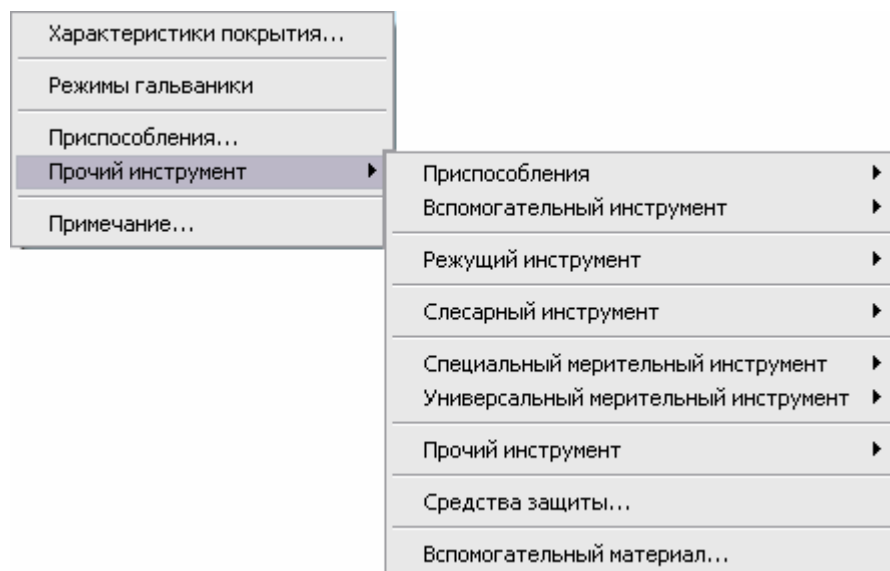
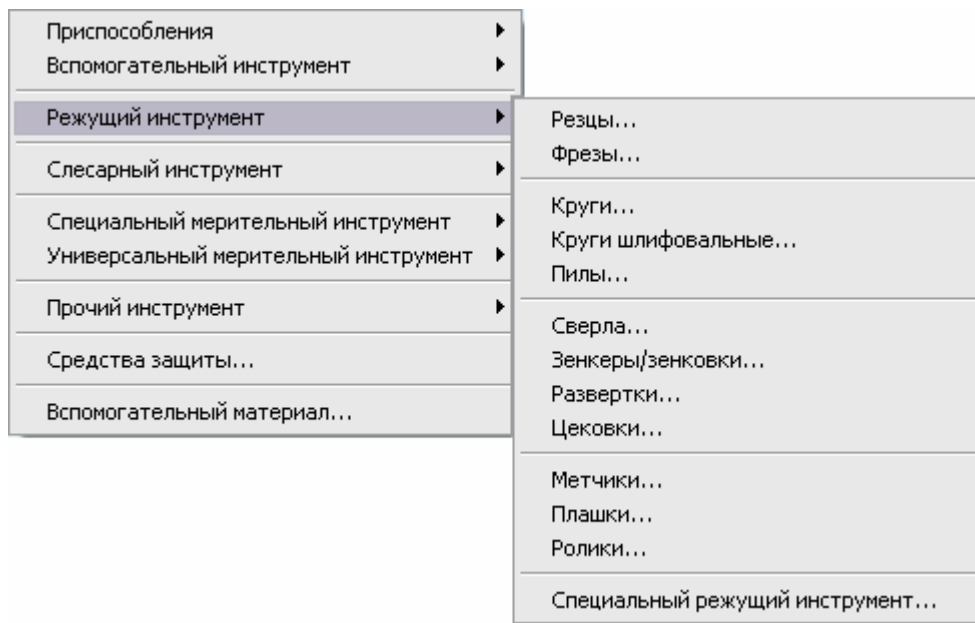

Рис. 23. Контекстное меню выбора объектов уровня оснастки.
Рис. 25. Контекстное меню видов и групп оснастки.
Характеристики покрытия (**ХП**) определяются на определенные группы операций **ТТП** для конкретной детали. Как правило, объекты этого типа создаются на операции **ТТП** получения покрытий. **ХП** в дереве ведомости деталей находятся на четвертом уровне внутри объекта **Операция**. Создавать **ХП** можно после создания объекта **Операция** (см. Раздел 2.1.3). Чтобы создать **ХП**, выберите в перечне операций для конкретной детали операцию, для которой необходимо определить **ХП**, вызовите контекстное меню (см. Раздел 1.2.2.2) и выберите команду **Новый** или нажмите кнопку **Создать** на панели инструментов (см. раздел 1.2.1). В контекстном меню выберите **Характеристики покрытия** (см. Рис. 23).
В ведомость деталей (**ВД**) закладывается оснастка, используемая при выполнении операции для конкретной детали, и отличается от оснастки, заложенной в выбранном **ТТП**. Технологическая оснастка, закладываемая в **ВД**, находится в дереве **ВД** на четвертом уровне внутри объекта **Операция**. Создавать оснастку можно после объекта **Операция** (см. Раздел 2.1.3). Чтобы создать оснастку, выберите в перечне операций для конкретной детали операцию, для которой необходимо определить оснастку, вызовите контекстное меню (см. Раздел 1.2.2.2) и выберите команду **Новый** или нажмите кнопку **Создать** на панели инструментов (см. раздел 1.2.1). В контекстном меню выберите **Прочий инструмент** (см. Рис. 23). Оснастка разбита на группы (см. Рис. 25).
1. Выбор типа оснастки (см. Рис. 25);
2. Выбор группы оснастки, выбранного типа (см. Рис. 25);
Примечания, которые необходимо внести между оснасткой, находятся на уровне оснастки внутри объекта **Операция**. Чтобы создать примечание между оснасткой выберите команду **Примечание...** из контекстного меню (см. Рис. 23).